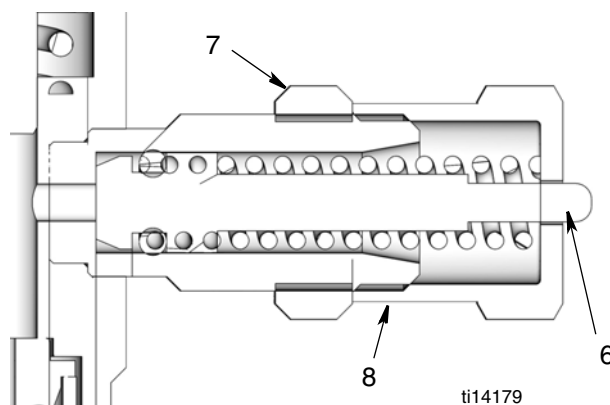

FIG. 1
Los números de referencia corresponden a las piezas (FIG. 1 y página 3).
Para evitar fallos de componentes, la tuerca de ajuste (8) no debe sobresalir más allá de la posición de retracción total del pistón (6). Consulte FIG. 1.